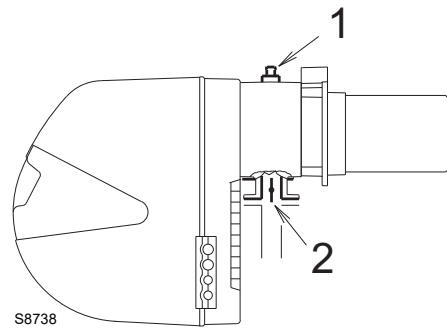

Abb. 18
Gasdruck gemessen an Anschluss 1)(Abb. 18), mit:
Strömungsverlust Gasdrossel 2)(Abb. 18) bei maximaler Öffnung: 90°.
- Ziehen Sie vom Gasdruck am Anschluss 1)(Abb. 18) den Druck in der Brennkammer ab.
Gasdruck an der Entnahmestelle 1)(Abb. 18) = 10,2 mbar
Zur Ermittlung des für den an der Entnahmestelle 1)(Abb. 18), erforderlichen Gasdrucks, nachdem die gewünschte Leistung des Brenners festgelegt wurde:
- Rechts, in Spalte 1, den Druck an der Entnahmestelle 1)(Abb. 18) ablesen
erforderlicher Druck an der Entnahmestelle 1)(Abb. 18).